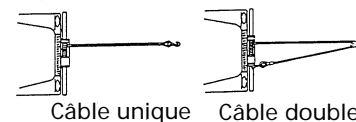

Figure 1
1. Le treuil Husky 8500 a une capacité de valeur nominale de 8500 livres. **NE SURCHARGEZ PAS LE TREUIL. N'ESSAYEZ PAS DES TRACTIONNEMENTS PROLONGÉS AVEC DES CHARGES LOURDES.** NE CONTINUEZ PAS D'ALIMENTER LE TREUIL EN COURANT SI LE MOTEUR CALE. Les surcharges peuvent endommager le treuil et/ou le câble métallique et créer des conditions de fonctionnement dangereuses. **POUR LES CHARGES LOURDES, NOUS VOUS CONSEILLONS D'UTILISER L'ASSEMBLAGE DU PALAN ET CROCHET FACULTATIF (NO. DE PIÈCE 7750A) AFIN D'AVOIR UNE LIGNE DE CÂBLE MÉTALLIQUE DOUBLE (Figure 1).** Ceci réduit d'environ 50% la charge sur le treuil et le stress sur le câble métallique. Si vous fixez le treuil sur le véhicule, attachez-le au châssis ou à toute autre emplacement du véhicule porteur de charge. Le moteur du véhicule devrait fonctionner pendant l'opération du treuil pour réduire au maximum l'usage de la batterie et maximiser la puissance et la vitesse du treuil. Si vous faites fonctionner le treuil longtemps sans faire tourner le moteur du véhicule, il est possible que la batterie soit trop faible pour faire redémarrer le véhicule.